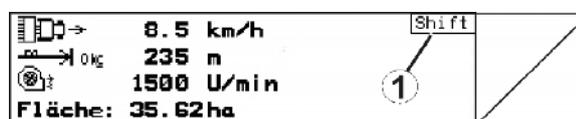

Fig. 9
- Si la touche Shift est active, vous le voyez à l'écran (Fig. 9/1).